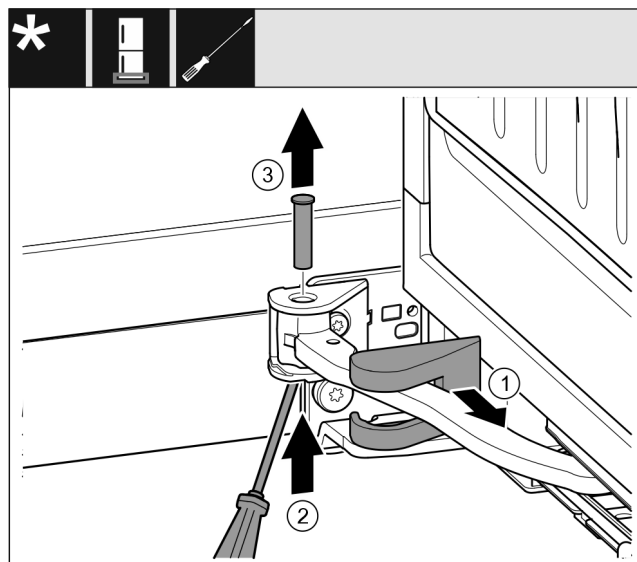

Fig. 19
- Retirer le cache du support de palier Fig. 19 (1) et le déplacer le long de la jointure.
- Soulever l'axe Fig. 19 (2) par le bas avec un tournevis.
- Retirer l'axe Fig. 19 (3) par le haut.